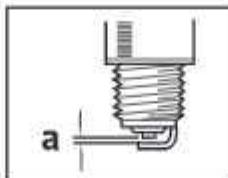

Рис. 10
**СОВЕТ:** Зазор свечи *a* (рис. 10) должен измеряться свечным щупом и при необходимости корректироваться согласно спецификации свечи.